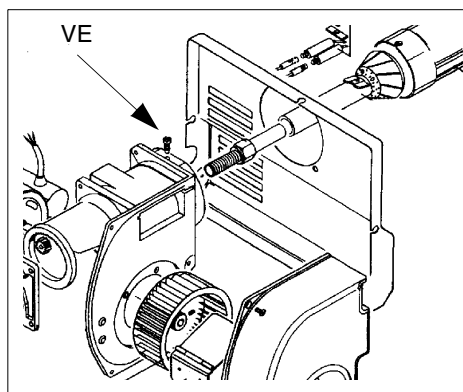
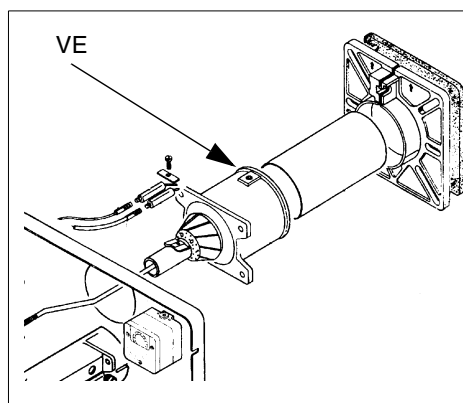
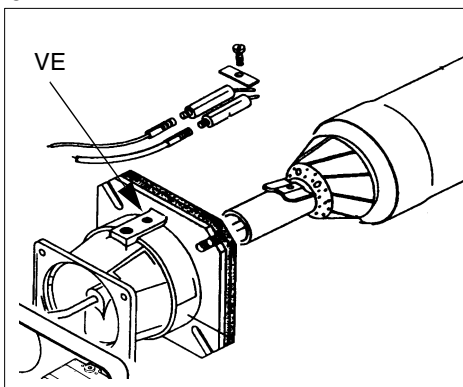

Fig. 31a
Fig. 31b
Fig. 31c
- Desmontaje, limpieza y control del cabezal de combustión (véanse Fig. 31a, Fig. 31b, Fig. 31c);
#### Tipo S3 (Fig. 31a) y S5 (Fig. 31b)
#### Tipo S10 - S18 (Fig. 31c)